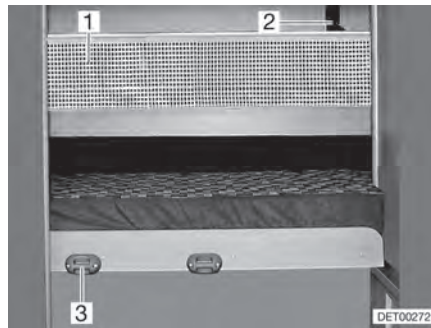

Fig. 79 Red de seguridad
- Enganchar la escalera de ascenso con los largueros en el soporte (Fig. 79,3) en el panel.
La red de seguridad (Fig. 79,1) viene de serie entre el colchón y el somier. Apenas extender la red de seguridad cuando la persona ya se encuentre en la cama.
- Engatillar las cintas de sujeción (Fig. 79,2) en los soportes en el techo.